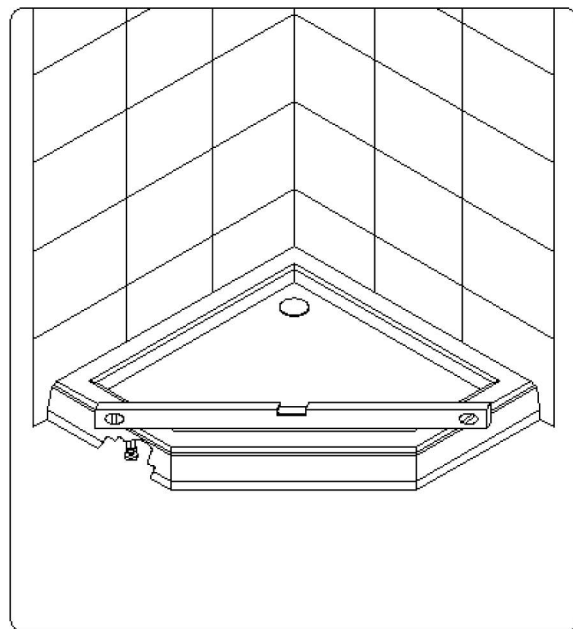

Рис. 2
2. Установите **Поддон (21)** в нужном Вам положении и отрегулируйте его вертикально регулировочной гайкой. (Рис. 2)